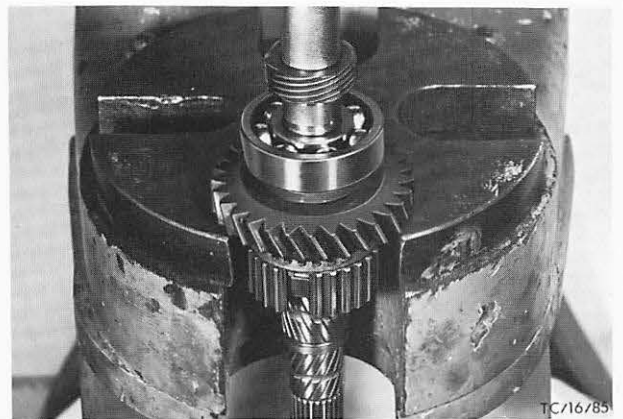

Abb. 72 Kugellager-Hauptwelle abpressen
2. Hauptwellenlager und Tachoschnecke lassen sich, im Gegensatz zum A-Getriebe, ohne Werkzeug abpressen. Abb. 72. (Vorher Schaltring von der Synchronkupplungsnahe 1.-2. Gang nach vorne abziehen.)